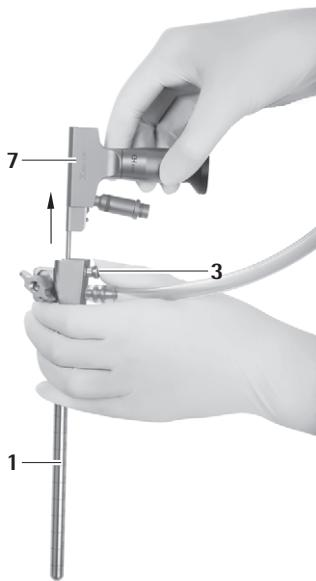

Fig. 11
- Tryck på upplåsningsknappen 3 och dra ut endoskopet 5 ur MINOP InVent-troakaren 1, se Fig. 11.